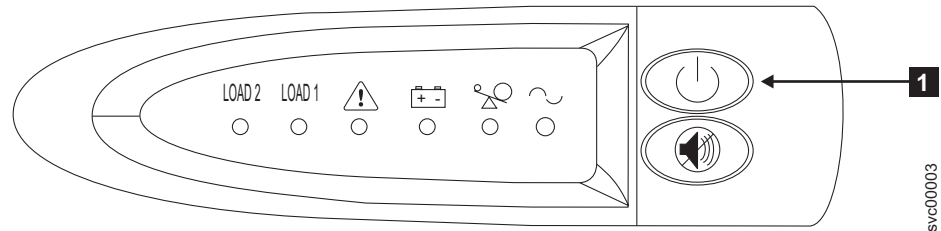

図 115. 2145 UPS-1U のフロント・パネル・アセンブリー
1. 2145 UPS-1U の前面で、電源ライトが消えるまで (約 5 秒)、「オン/オフ」ボタン **1** を押し続けます。図 115 を参照してください。2145 UPS-1U は待機モードになります。